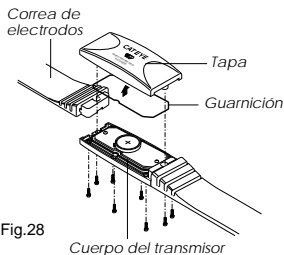

Fig.28
- 1) Afloje y extraiga los 8 tornillos de la parte de atrás del transmisor, y quite la tapa (Fig. 28)